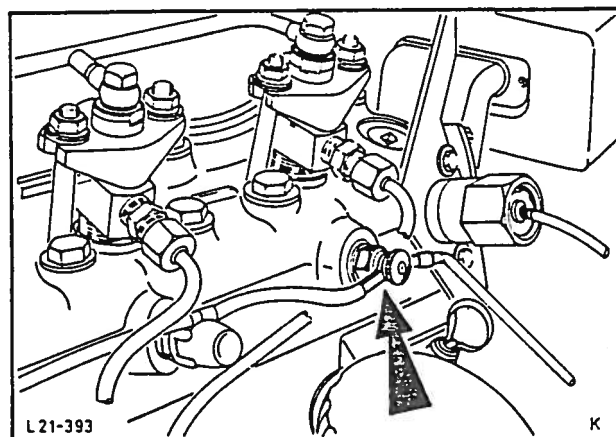

Fig. 106 Frakopling av ledninger på glødeplugg.
6. Kople ledningene av fra glødepluggene, fig. 106 og fra temperatursenderen. Demonter kabelen for tomgangsjustering på topplokket (1 fjærring).